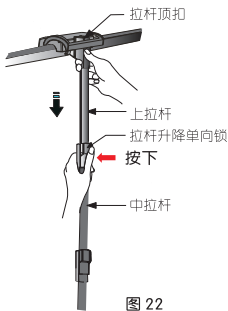

图 22
1. 在银幕后面，一手捏住拉杆顶扣，另一手按动拉杆升降单向锁，慢慢地将上拉杆往下降，直至上拉杆完全收合在中拉杆。然后按照相同的方法将中拉杆完全收合在下拉杆。（如图22）